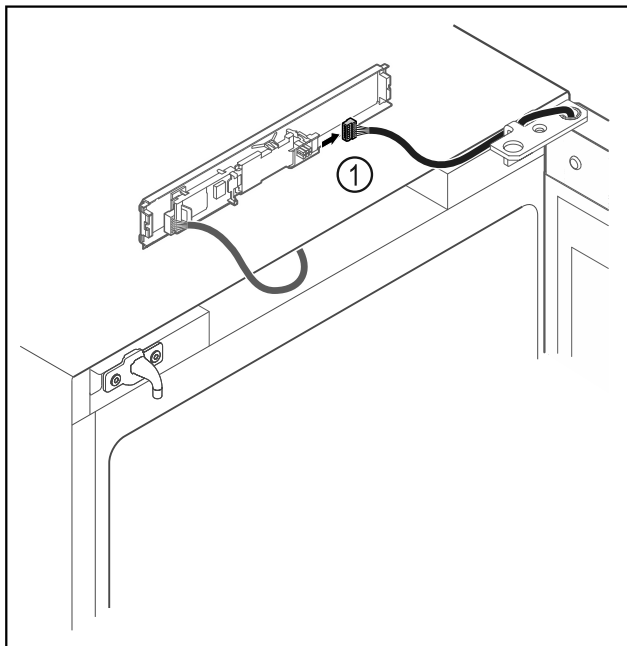

Fig. 6
- Vytáhněte zástrčku Fig. 6 (1) z desky.